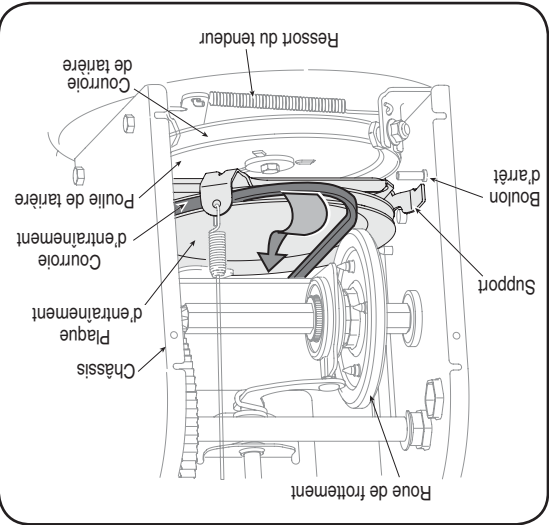

Figure 6-10
6. Dégagez la courroie de transmission de la poulie et de l'espace entre la roue de frottement et le disque de l'entraînement. Voir la Figure 6-10.